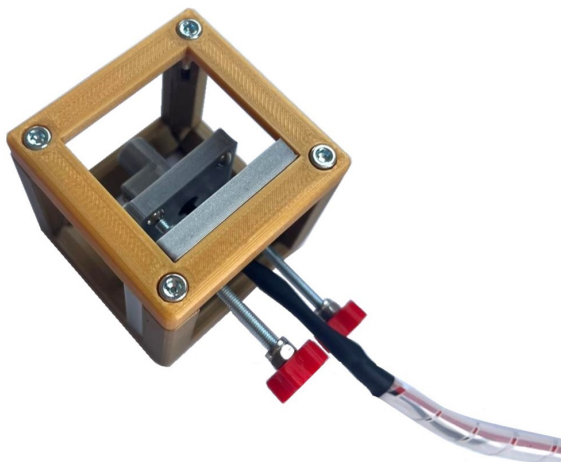

Abb. 25: Zusammengeschraubter LED-Würfel
- (31) Setzen Sie den `01A_Go_V*_CUBE_BASE 1x1` auf den Würfeldeckel und befestigen Sie diesen mit vier `INBUS-ZYLINDERKOPFSCHRAUBEN, M3X12` (Abbildung 25).